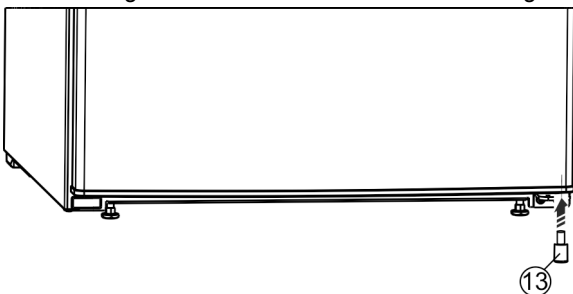

Fig. 8
- ▶ Volver a colocar el distanciador Fig. 8 (13) en la parte inferior derecha de la puerta, ya que es importante para la estabilidad del aparato.